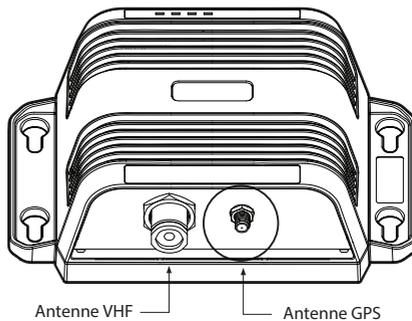

Figure 8 Position du connecteur d'antenne GPS
- Connectez le câble de l'antenne GPS au connecteur GPS du récepteur/transmetteur AIS, comme illustré sur la figure 8.